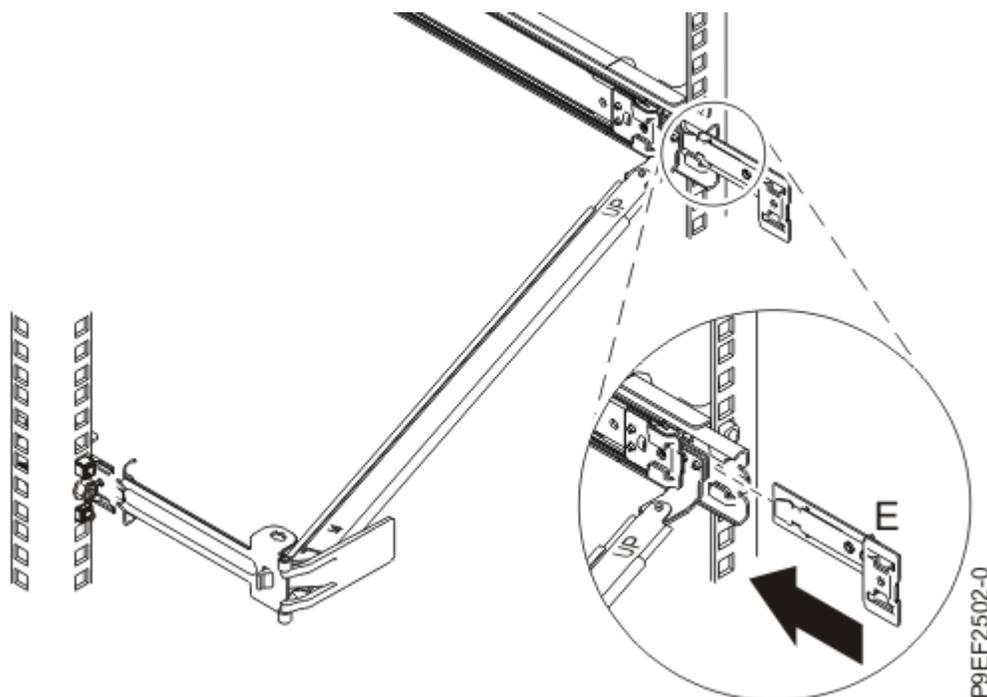

Figura 12. Instalación de la abrazadera de extensión en el riel deslizante
5. Deslice la abrazadera de extensión (**E**) en el riel deslizante derecho hasta que la patilla accionada por resorte quede encajada en su sitio. Para obtener detalles, consulte la Figura 12 en la página 13.